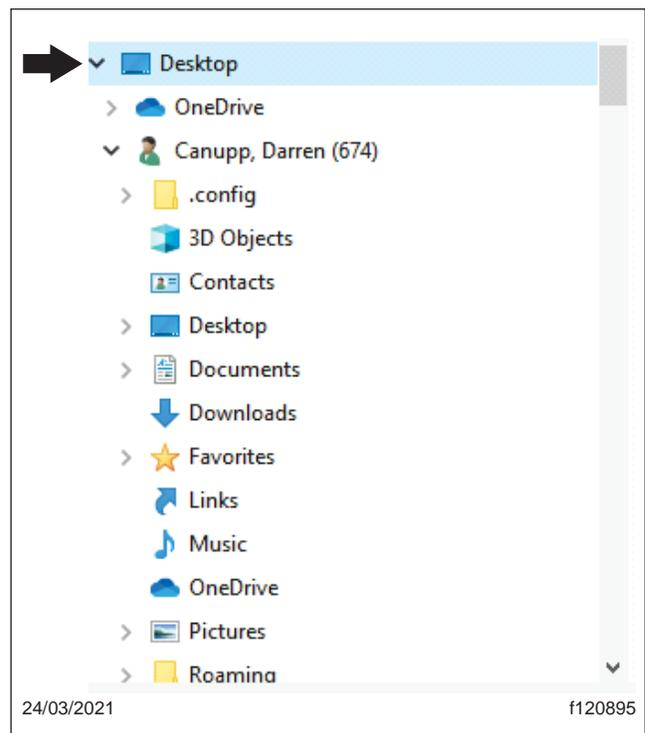

Fig. 5, Enregistrement du fichier sur le bureau
- Une fenêtre s'ouvrira, vous demandant où enregistrer le fichier ; sélectionnez « Bureau », comme indiqué dans la section Figure. 5.